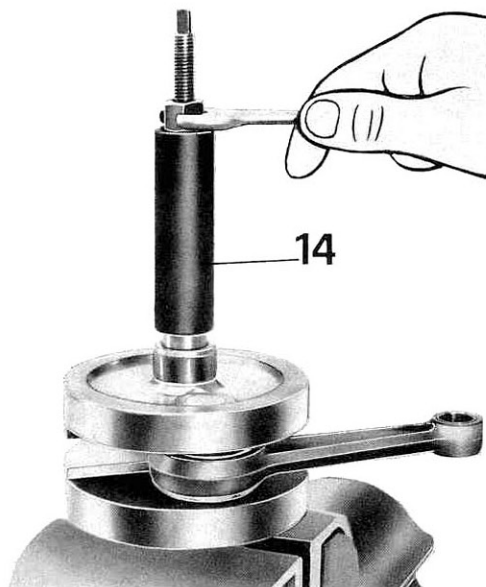

Fig. 73
- l'albero completo di biella e pistone dopo aver pressato sull'albero l'anello interno del cuscinetto a mezzo apposito attrezzo numero 55912300 (14 di fig. 73).